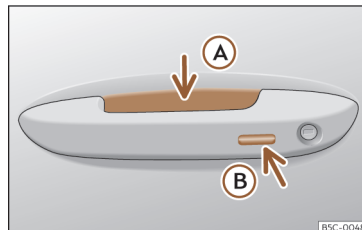

Fig. 82 Manípulo da porta: superfícies sensoras
»» Fig. 82
- Empurre o manípulo de uma das portas dianteiras. Ao fazê-lo, toca-se na superfície sensora >>> Fig. 82 (A) (seta) do manípulo e destranca-se o veículo.
- Toque *uma* vez na superfície sensora de bloqueio»» Fig. 82 (B) (seta) do manípulo de uma das portas dianteiras. A porta cujo manípulo se aciona deverá estar fechada.
- Toque *uma* vez na superfície sensora »» Fig. 82 (B) (seta) do manípulo de uma das portas dianteiras. O veículo é trancado com o sistema de segurança «Safe»»» Página 111. A porta cujo manípulo se aciona deverá estar fechada.
- Toque *duas* vezes na superfície sensora »» Fig. 82 (B) (seta) do manípulo de uma das portas dianteiras para trancar o veículo sem
- Pressione o botão de fecho  do comando à distância e toque uma vez, dentro dos 5 segundos seguintes, na superfície sensora de bloqueio do manípulo da porta do condutor »» Fig. 82 (B). Não agarre o manípulo da porta, caso contrário o veículo não trancará. Também é possível levar a cabo a
Para **fechar com a função de conforto** todas as janelas elétricas e o teto de vidro, mantenha um dedo durante uns segundos sobre a superfície sensora de bloqueio >>> **Fig. 82 B** (seta) do manípulo da porta até que as janelas e o teto se tenham fechado.
As superfícies sensoras dos manípulos das portas poderiam ativar-se ao receber um jato de água ou de vapor a grande pressão, caso existisse alguma chave do veículo válida na zona próxima. Se, pelo menos, uma das janelas com acionamento elétrico estiver aberta e se se ativar a superfície sensora >>> **Fig. 82 B** (seta) de um dos manípulos de forma permanente, fechar-se-ão todas as janelas.
- **OU:** toque *duas* vezes na superfície sensora situada na parte exterior do manípulo da porta »» Fig. 82 B).